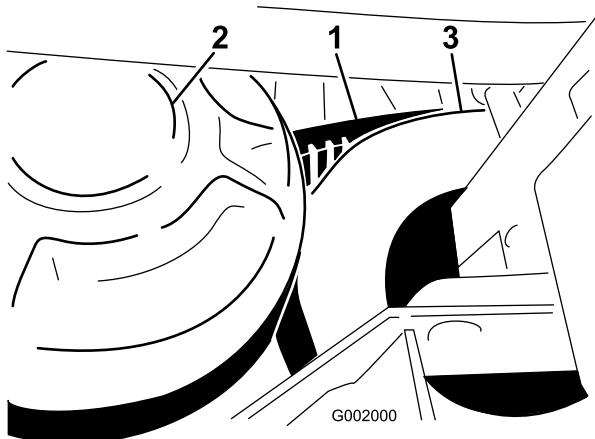

Figura 59
1. Rode e coloque a correia sobre a embraiagem secundária (Figura 59).